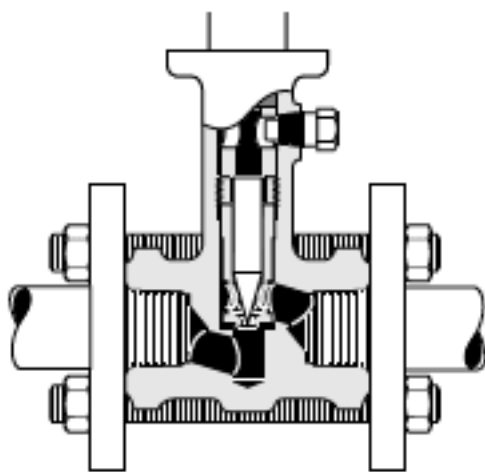

Figure 7 - Raccord à bride VariPak
3.2 Installation de la vanne (figures 7, 8 et 9)
4.5 Réglage de la pression de démarrage du positionneur (Figures 7, 25, 26 et 27)